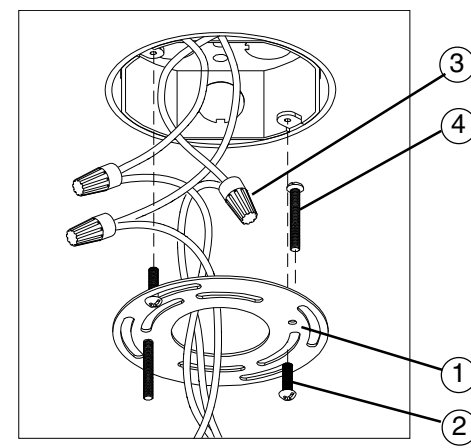

Figure 4
4. Fully thread two 1-1/2" Screws (4) into Mounting Plate (1). **See Fig. 4.**
5. With the power turned off, install Mounting Plate (1) to junction box by inserting two 1" Screws (2) through slots in Mounting Plate (1). **See Fig. 4.**
6. Hold the fixture Housing Assembly (7) firmly and connect the green ground wire from the fixture to the bare copper ground wire from the junction box using a Wirenut (3). (*If house wiring does not include a ground wire, consult your local electrical code for approved grounding methods.*)
4. Enrosque completamente dos Tornillos de 1-1/2" (4) a la Placa de Montaje (1). **Vea Fig. 4.**
5. Con la electricidad apagada, instale la Placa de Montaje (1) a la caja de conexiones insertando dos Tornillos de 1" (2) por nuras en la Placa de Montaje (1).
6. **Sostenga el Ensamblaje de la Carcasa (7)** firmemente y conecte el alambre verde de conexión a tierra del luminario al alambre de cobre descubierto de conexión a tierra de la caja de ensambladura usando una luerca de Alambre (3). (*Si el alambrado de la casa no incluye un alambre de conexión a tierra, consulte su código eléctrico local para métodos aprobados de hacer tierra.*)